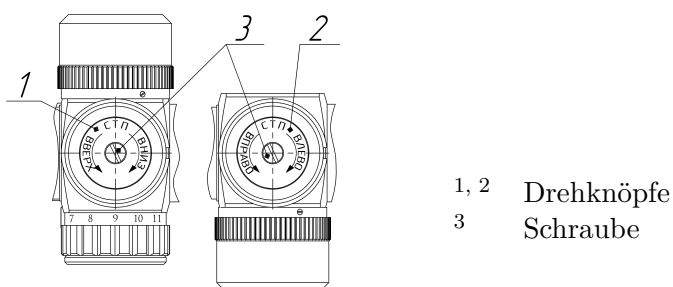

Abbildung 2: Drehknöpfe
Die Einstellung des Fadenkreuzes erfolgt durch Drehen der Drehknöpfe (1) und (2) (Abbildung 2) mit den mit Nummern versehenen Skalen. Die Zahlen auf den Skalen entsprechen den Einheiten der Winkelminuten und somit der Verschiebung des Absehen von der Nullposition. Der mittlere Auftreffpunkt (Mean Point of Impact, MPI) wird durch Drehen des Knopfes entlang der Vertikalen und Horizontalen in Schritten von 15'' verschoben, was 7,5 mm bei einer Distanz von 100 m entspricht. Eine volle Umdrehung jedes Knopfes entspricht einer Verschiebung von 12' 30'' von der Nullposition.